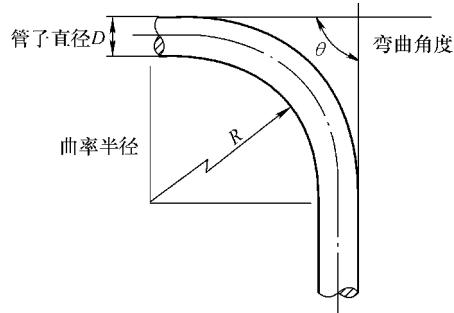

图 5-4 弯曲半径与管子外径的关系
① 截管。根据设计要求确定 PVC 塑料管的长度，然后用管割刀垂直割下塑料管。
② 弯曲。在弯管弹簧的一端系上一段绳子（长度根据弯曲位定），将弹簧的另一端塞入 PVC 塑料管的弯曲处左右两端，用弧形支撑物或膝盖对准弯曲处用力压，即可成型。然后拉住弯管弹簧的一端绳子，将弯管弹簧抽出。注意，弯曲半径必须大于管子外径 D 的 5 倍。如果弯曲半径 R 比较大，可不用弯管弹簧而直接用手弯曲成型，但弯曲角度一般要求在 90° 以上，如图 5-4 所示。
③ 黏连。将管件螺帽和 C 型压环套上 PVC 塑料管，用扩孔器或绞刀将航空器整圆。在黏结前，应将承口内面和插口外面擦拭干净，无灰尘和水珠。若表面有油污，要用丙酮等清洁剂清洁。插接前要根据承口尝试在插口上划出插入深度标记。胶粘剂应先涂刷承口内面，后涂插口外面。再用毛刷在连接管端外层与管件口端内层刷上一层丁腈橡胶，做到胶粘剂的涂刷迅速、均匀、适量、无漏涂。